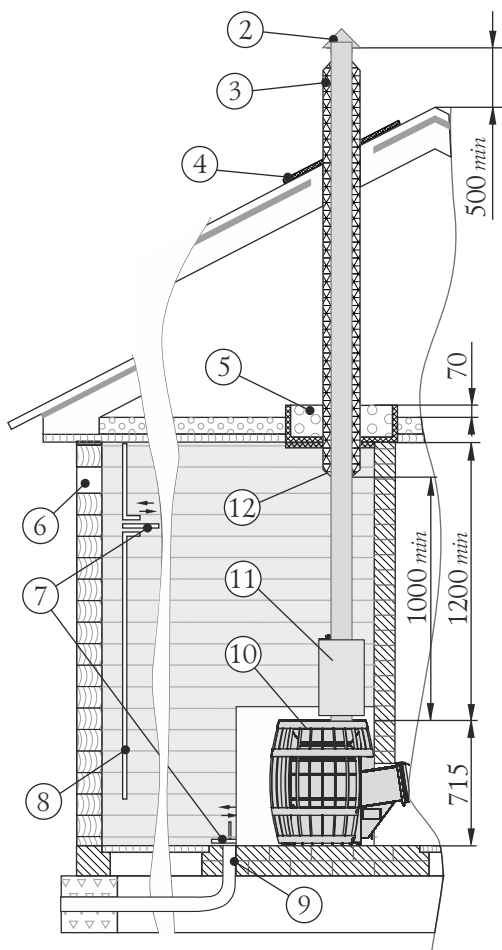

Рисунок 7. Монтаж печи.
- пол из горючих и трудногорючих материалов перед дверцей топки — металлическим листом размером 700×500 мм (рисунок 7)
Для обеспечения надежного воздухообмена в парилке рекомендуется организовать приточно-вытяжную вентиляцию (см. рисунок 7).